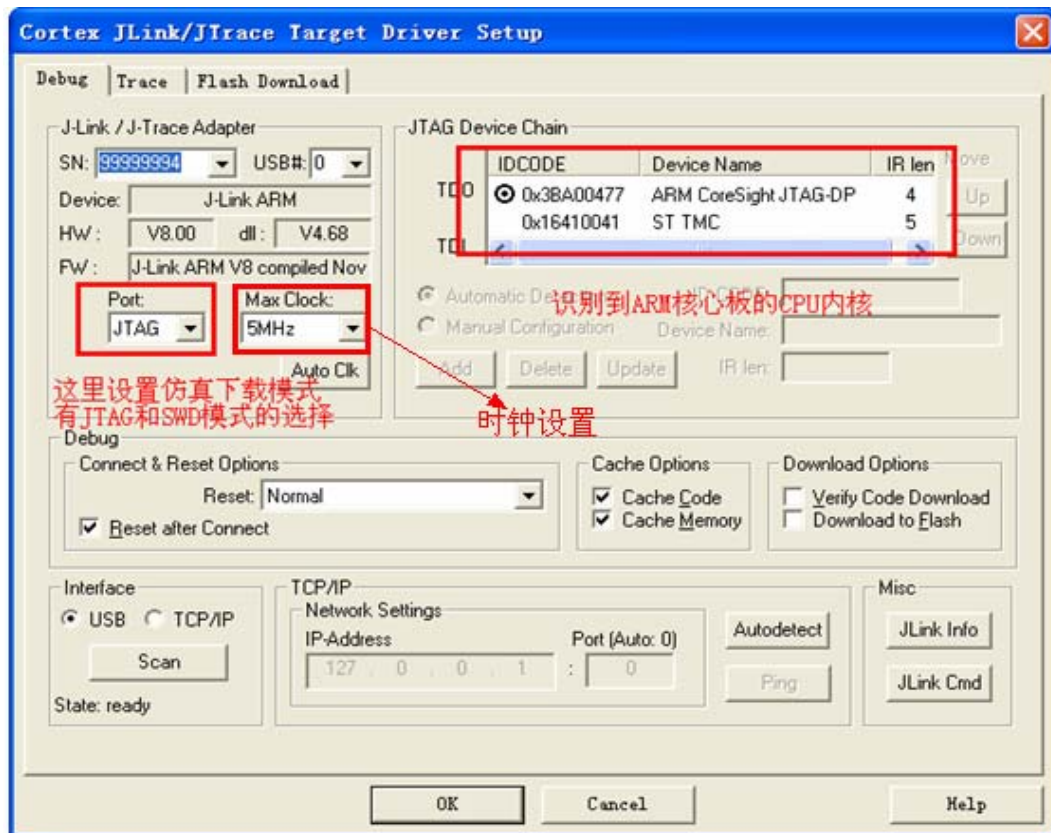

图 4-50 查看连接情况
3) 点Settings按钮，查看是否识别到了目标板CPU（注意，此处目标板应该上电，并将JLINK V8与模板连接好，JLINK V8也需要上电）如下图4-50所示